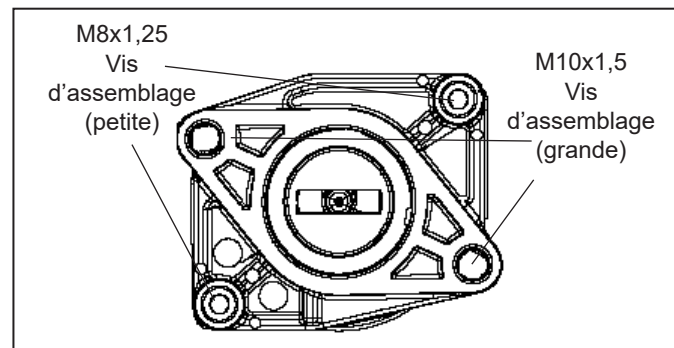

Figure 4 – Boulons de fixation du couvercle d'extrémité arrière
Remarque : Deux vis d'assemblage M8x1,25 sont utilisées pour retenir le couvercle d'extrémité sur le carter. Deux vis d'assemblage M10x1,5 plus grandes (non illustrées) sont également utilisées pour retenir l'unité d'entraînement auxiliaire (p. ex. pompe hydraulique) via le couvercle d'extrémité et sont serrées dans le carter. Si l'unité d'entraînement auxiliaire a déjà été retirée, ces deux vis d'assemblage ne sont plus présentes sur le couvercle d'extrémité. Voir la figure 4 pour connaître l'emplacement des vis d'assemblage dans le couvercle d'extrémité.
- Installer le joint torique (G) sur le couvercle d'extrémité arrière.
- Installer les deux vis d'assemblage du couvercle d'extrémité. Voir la figure 4 pour s'assurer que les deux vis d'assemblage sont installées dans les trous de boulon de carter appropriés. « Serrer » les vis, puis serrer au couple entre 195 à 212 po-lb (22-24 Nm).